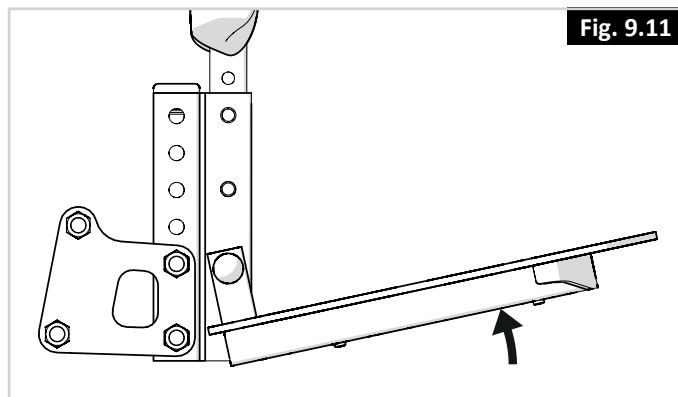

Fig. 9.11
1. Flytta fotstöd till önskad vinkel (Fig. 9.11).